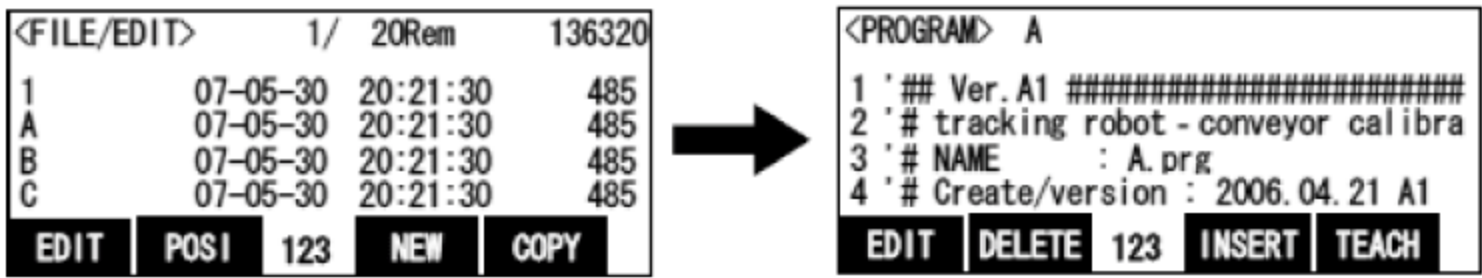

图 29-6 < PROGRAM>及监视屏幕
(5) 选择 A 程序并按 Exe 键,显示< PROGRAM>屏幕,如图 29-6 所示。